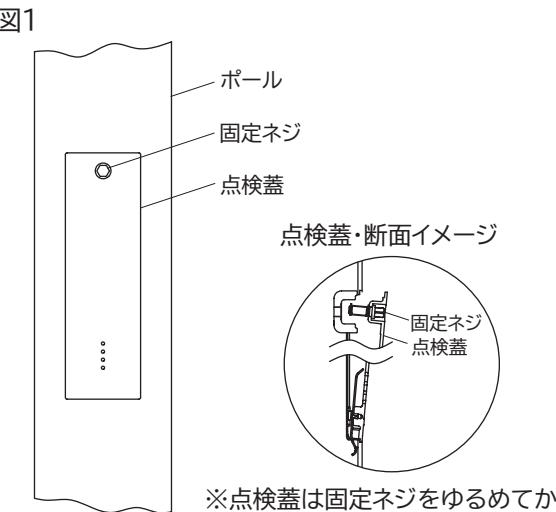

図1
1. ポールから点検蓋を外します。 (図1)
5. 点検蓋をポールに取付けます。 (図1)